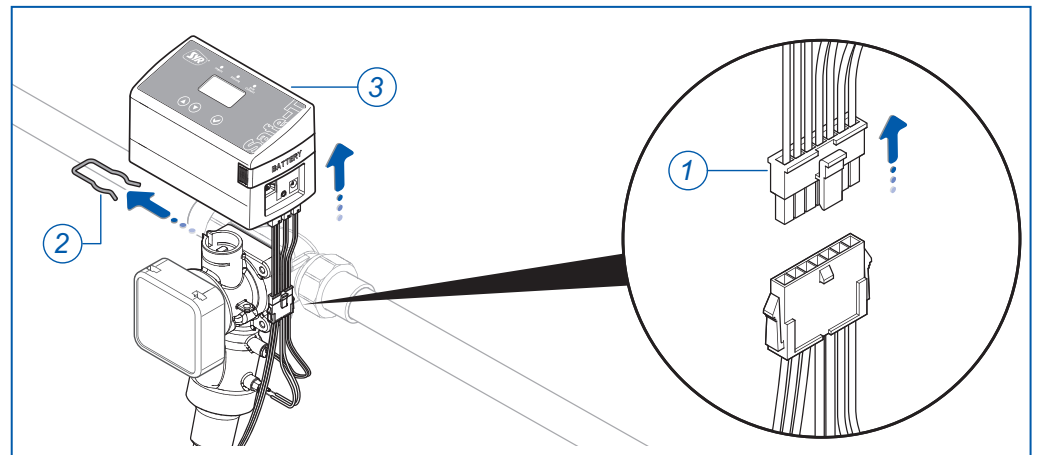

Abb. 15: Steuerung demontieren (Abb. zeigt das Master-Modul)
- ▶ Verbinden Sie den 7-poligen Adapter (1, Abb. 15) wieder.